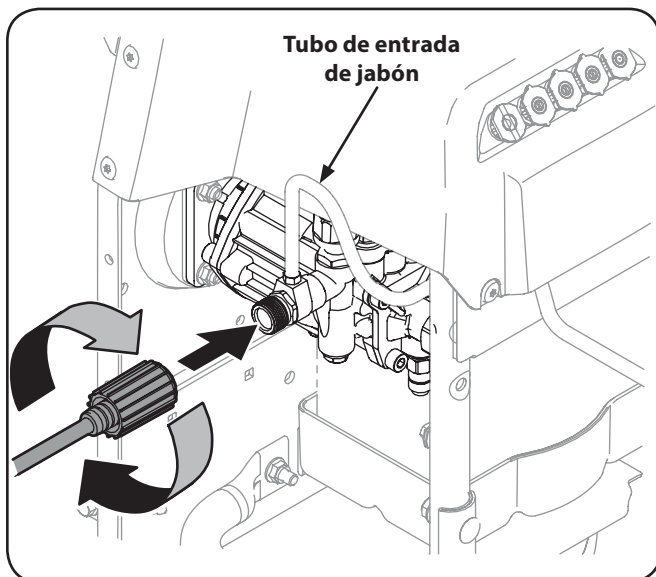

Figura 3-4
- Desenrosque y conecte el otro extremo de la manguera de alta presión a la unidad principal de la lavadora a presión para lo que debe enroscar la manguera al orificio que le corresponde, como se indica en la Figura 3-4.